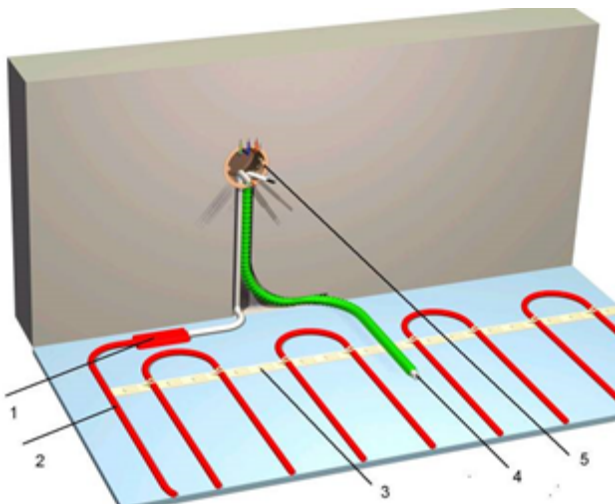

Рис. 4. Монтаж датчика температуры в системе “Теплый пол”.
3. Датчик температуры пола на проводе помещается в гофрированную пластмассовую или гладкую медную трубку диаметром не менее 8 мм. Конец трубки, укладываемый в стяжку, должен быть заглушен, чтобы предотвратить попадание раствора внутрь трубки. Трубка должна обеспечивать свободную замену датчика через монтажную коробку. Переход монтажной трубки с пола на стену рекомендуется делать с помощью двух изгибов: один – в плоскости стены, другой – в плоскости пола (Рис. 4). Минимальный радиус изгиба трубки – 50 мм. Трубка датчика заводится в зону обогрева с открытой стороны петли и располагается примерно на одном уровне с кабелем симметрично относительно его ближайших линий. Расстояние датчика от края обогреваемой зоны должно составлять 0,3 – 1 м.